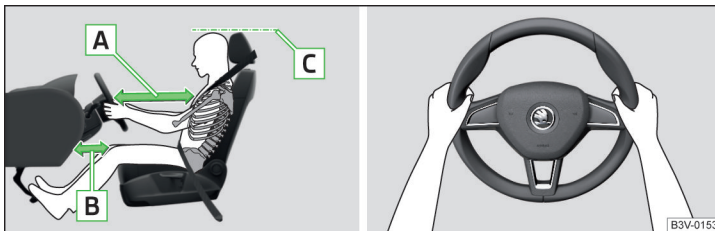

Abb. 2 Richtige Sitzposition des Fahrers / Richtige Lenkradhaltung
- ✓ Bei Fahrzeugen mit Fahrer-Knieairbag den Fahrersitz in Längsrichtung so einstellen, dass der Abstand **B** » Abb. 2 der Beine zur Schalttafel im Bereich des Knieairbags mindestens 10 cm beträgt.
- ✓ Das Lenkrad so einstellen, dass der Abstand **A** zwischen Lenkrad und Brustbein mindestens 25 cm beträgt » Abb. 2.
- ✓ Die Kopfstütze so einstellen, dass die Oberkante der Kopfstütze sich möglichst auf einer Höhe mit dem oberen Teil Ihres Kopfes befindet **C** » Abb. 2 (gilt nicht für Sitze mit integrierter Kopfstütze).
- Während der Fahrt das Lenkrad mit beiden Händen seitlich am äußeren Rand in der „9-Uhr“- und „3-Uhr“-Position festhalten » Abb. 2. Niemals das Lenkrad in der „12-Uhr“-Position oder in einer anderen Art und Weise festhalten (z. B. in der Lenkradmitte, am inneren Lenkradrand u. Ä.). Beim Auslösen des Fahrer-Airbags könnte man sich schwere Verletzungen an Armen, Händen und Kopf zuziehen.
- ✓ Die Kopfstütze so einstellen, dass die Oberkante der Kopfstütze sich möglichst auf einer Höhe mit dem oberen Teil Ihres Kopfes befindet **C** » Abb. 2 auf Seite 9 (gilt nicht für Sitze mit integrierter Kopfstütze).
- ✓ Die Kopfstütze so einstellen, dass die Oberkante der Kopfstütze sich möglichst auf einer Höhe mit dem oberen Teil des Kopfes befindet **[C]** » **Abb. 2 auf Seite 9**.